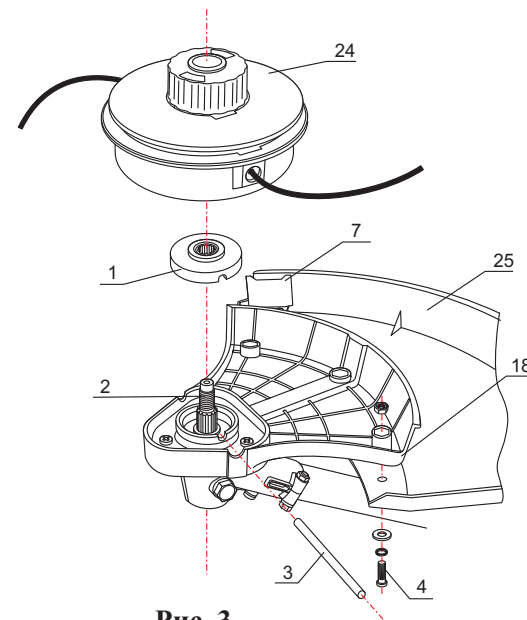

Рис. 3.
9.4.1 Режущая головка устанавливается на мотокоосу следующим образом (рис. 3):